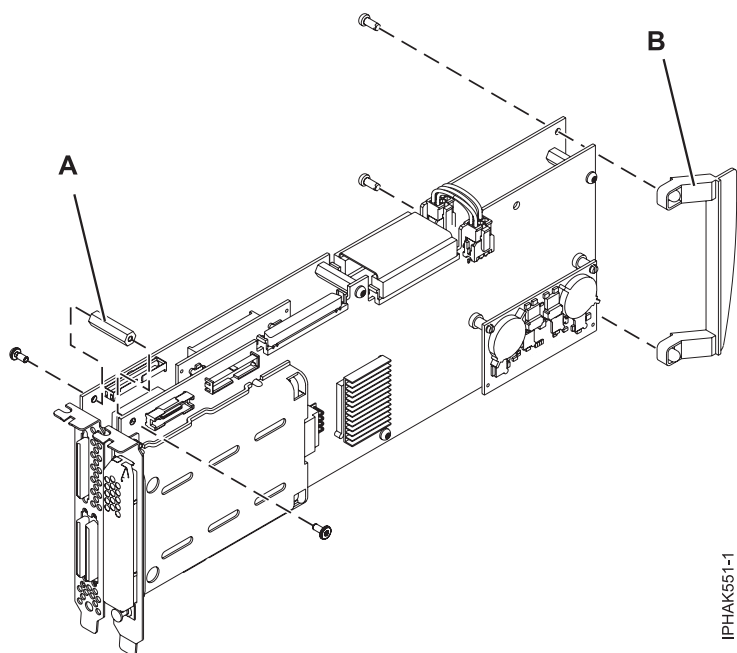

Figura 52. Extracció del mànec de l'adaptador i de l'anell distanciador
1. Traieu el mànec (B) de l'adaptador i l'anell distanciador (A) entre les dues meitats de l'adaptador. Opcionalment, també podeu treure la coberta de la bateria de la memòria cau. Consulteu Figura 52 a la pàgina 72.